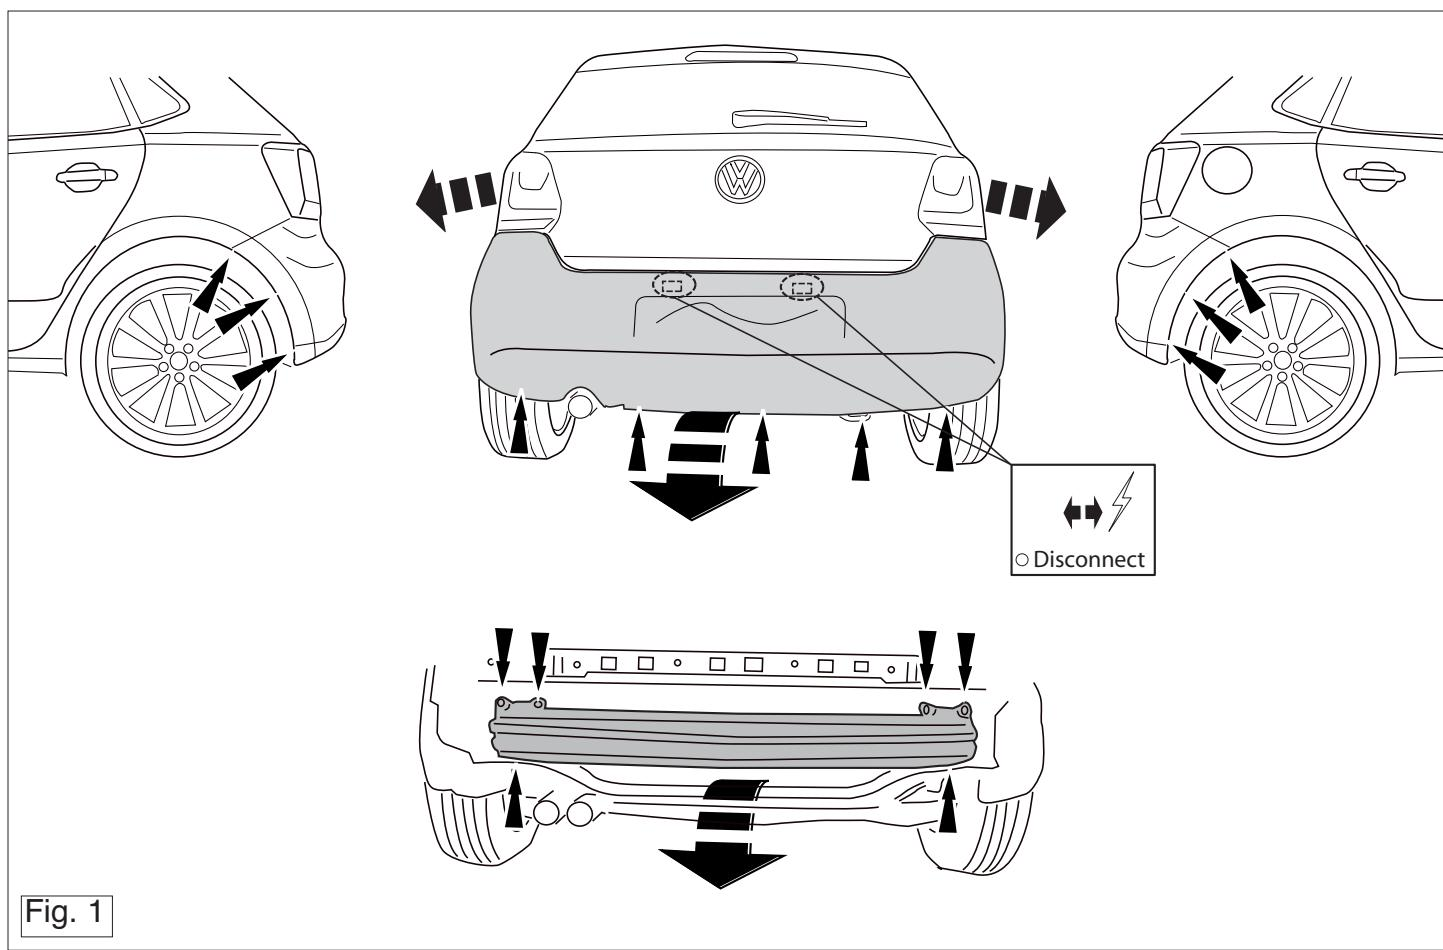

Fig. 1
1. Remove bumper (Toro head screws around each wheel arch, along lower edge of rear panel, beneath each light cluster (light cluster must be removed). and the steel buffer beam from the vehicle. The buffer beam will no longer be needed. Replace the nuts. See figure 1 , which sketch, in the fitting instructions, is applicable.
1. Die Stoßstange einschließlich des stählernen Stoßbalkens vom Fahrzeug abmontieren. Der Stoßbalken wird nicht mehr benötigt. Die Muttern wieder anbringen. Siehe Abbildung 1,
1. Déposer le pare-chocs du véhicule y compris la traverse en acier ; la traverse ne sera plus utilisée. Remettre les boulons de fixations en place. Voir la figure 1.